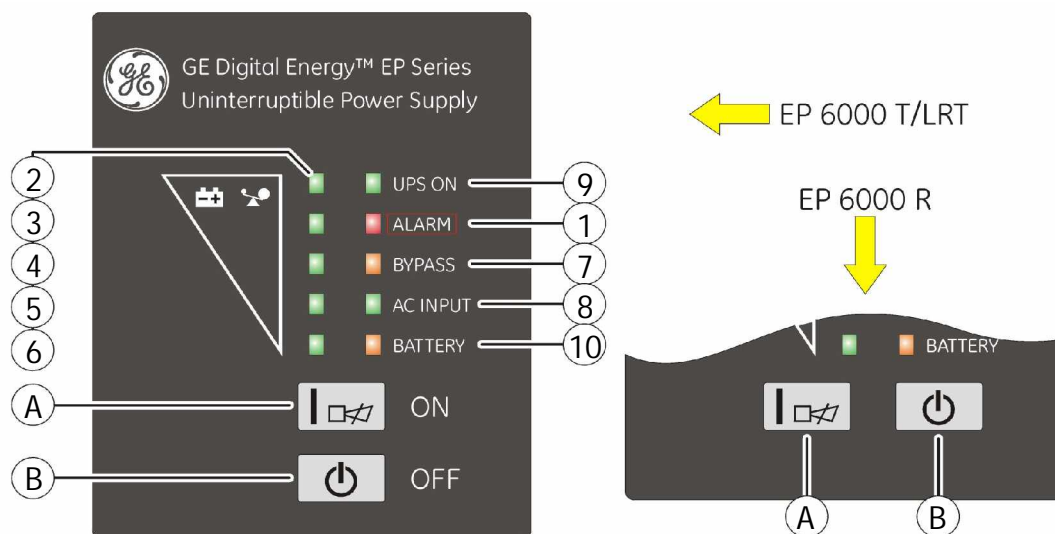

Рис. 4.1. Панель индикации и управления
- 2 Нажмите кнопку 'ON' (А, рис. 4.1) в течение 1 секунды. После прохождения самотестирования, во время которого СИД-ы 2-6 загорятся и погаснут, загорятся СИД-ы 'UPS ON' и 'AC INPUT', указывая на запуск ИБП. Линейка СИД (2-6, рис. 4.1) укажет на величину текущей загрузки ИБП в %.
- 1 Нажмите и удерживайте кнопку 'ON' (А, рис. 4.1) в течение 1 сек. После самотестирования СИД-ы 'UPS ON' и 'BATTERY' загорятся, показывая что устройство включено. ИБП работает от батареи: это разряжает батареи. Линейка СИД (2-6, рис. 4.1) укажет на величину текущей загрузки ИБП в %. Выходная частота ИБП будет эквивалентна входной частоте, которая была определена во время последней работы от сети..
- 1 Нажмите кнопку 'OFF' (В, рис. 4.1) более чем на 1 сек. После самотестирования ИБП:
Нажмите кнопку 'OFF' (В, рис. 4.1) более чем на 1 сек. После самотестирования ИБП полностью выключится.
СИД-ы 'UPS ON' и 'AC INPUT' горят и линейка СИД-ов (2-6, рис. 4.1) будет показывать текущий уровень (в %) выходной мощности ИБП использует текущая нагрузка. См. раздел 4.3.1.
Для питания нагрузки ИБП использует энергию заряженных батарей, смотрите главу 9 «Время автономной работы батарей». Линейка СИД-ов (2-6, рис. 4.1) будет показывать оставшееся время автономии. Звуковой сигнал будет включаться каждые 4 сек. Для выключения сигнала: См. 4.3.4.